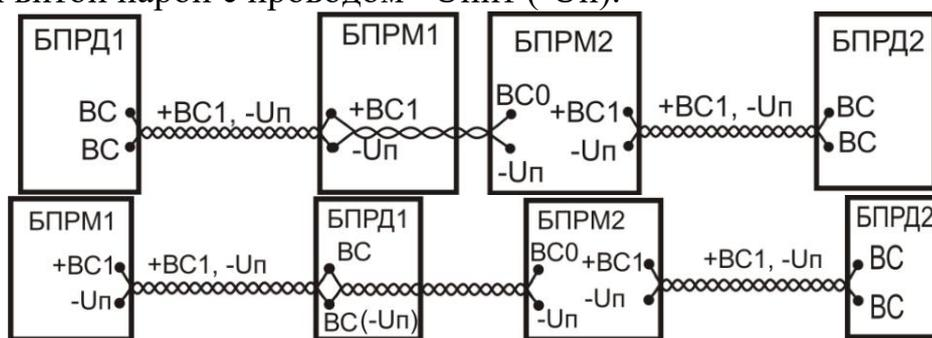

Рис.6.11
6.3.4.5 Для значительного снижения влияния внешних радиопомех любого происхождения необходимо включить проводную синхронизацию БПРМ и БПРД, для чего провода +ВС1 и -Упит (-Уп) БПРМ соединить витой парой с проводами ВС собственного БПРД без соблюдения полярности. При проводной синхронизации и при возможной засветке смежными или соседними радиоволновыми извещателями ПРИЗМА (о чем свидетельствует частые «ложные» тревоги), необходимо включить взаимную синхронизацию данных извещателей. При этом активный выход +ВС1 (БПРМ1 или при его трансляции через БПРД1) ведущего извещателя подключается к входу (+ВС0) ведомого извещателя (БПРМ2), в зависимости от расположения БПРМ2 (вблизи смежного БПРД1 или БПРМ1, см. рис. 6.11), т. е. на любом конце активного провода (+ВС1) синхронизации. Подключение должно также проводиться витой парой с проводом -Упит (-Уп).